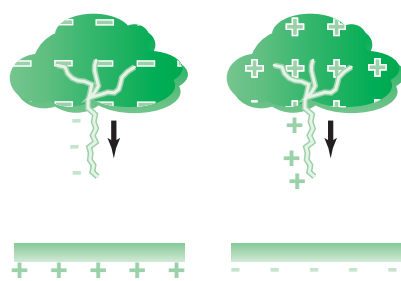

Fig. 3.12.
- Rayo negativo descendente (**fig. 3.12**).
- Rayo positivo descendente (**fig. 3.12**).